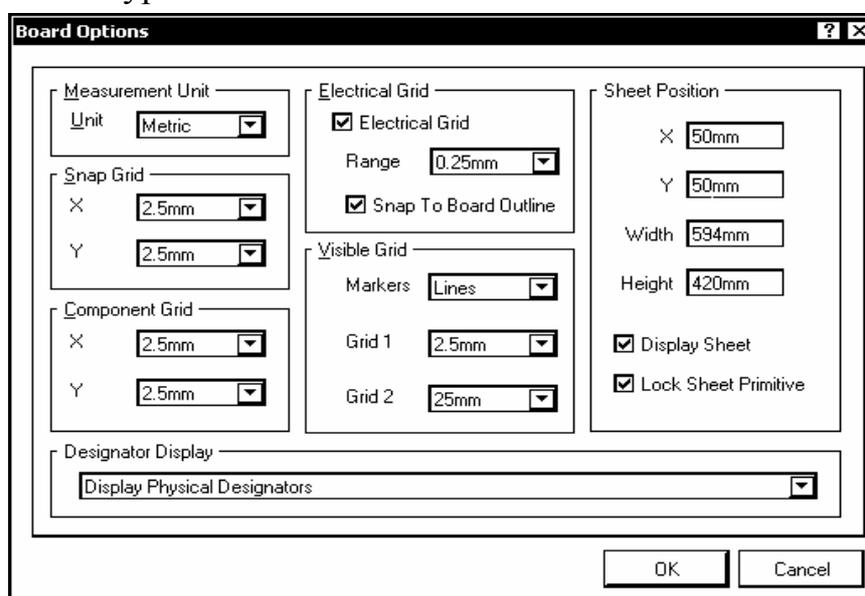

Рис. 3.11
1. Перед началом формирования ТПМ следует задать систему единиц измерения и выполнить настройку сеток проектирования. Для этого активировать команду главного меню Tools>>Library Options. Открывается диалоговое окно Board Options (рис. 3.11).